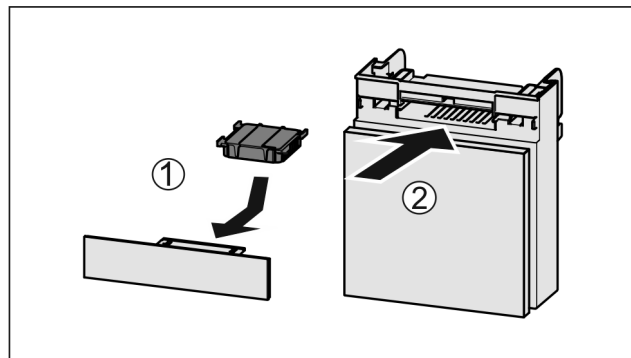

Fig. 130
- Inserire il vano Fig. 130 (2).